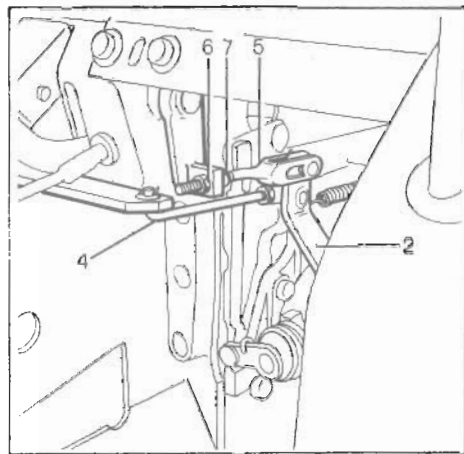

Fig. 20 - Bild 20
La regolazione dei tiranti destro e sinistro (5) del freno a mano, deve essere effettuata contemporaneamente alla regolazione dei freni di servizio sopracitata. Procedere nel modo seguente (vedere la fig. 20):
1. Allentare il controdamo (6) in prossimità della leva di comando apertura ceppi (2).
2. Avvitare il dado di regolazione (7) fino ad ottenere la stessa registrazione del tirante freno di servizio (4).
3. Serrare nuovamente il controdamo (6).
The hand brake left and right rods must be adjusted at the same instant as the service brakes. The adjusting procedure is as outlined (see fig. 20):
Le réglage des tringles droite et gauche (5) du frein à main doit se faire en même temps que la mise au point des freins de service. Procéder comme indiqué (voir fig. 20):
1. Desserrer le contre-écrou (6) à proximité du levier d'ouverture des sabots (2).
2. Serrer l'écrou (7) jusqu'à ce que le même réglage de la tringle du frein de service (4) ne soit obtenu.
3. Ré-serrer le contre-écrou (6).
Die Einstellung der Steuergestänge rechts und links (5) der Handbremse muss gleichzeitig mit der Einstellung der obangeführten Bedienungsbremsen durchgeführten werden. Wie folgt verfahren (siehe Bild 20):
1. *Die Gegenmutter (6) nahe dem Steuerhebel zum Öffnen der Bremsbacken (2) lösen.*